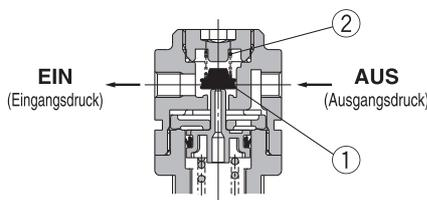

Abb. 2
Wird der Eingangsdruck entlüftet, steht am Ventil ① kein Eingangsdruck mehr an. Der Anpressdruck für das Ventil ① wird ausschließlich über die Ventillfeder ② erzeugt. Wenn das Ventil ① durch die Ausgangskraft geöffnet wird, wird der Ausgangsdruck auf der Eingangsseite abgelassen. (Abb. 2)